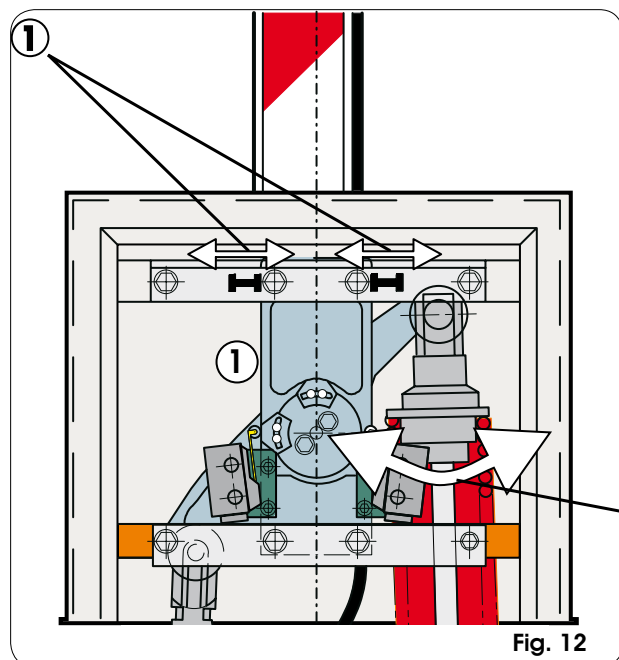

Fig. 12
- 5) Regule los bloqueos mecánicos de final de carrera de apertura y de cierre como se indica en la fig. 12, ref. ①, y compruebe el equilibrio de la barra, siguiendo para ello las indicaciones del párrafo 5.1.
- 2) Si la barrera tiende a cerrarse, gire la tuerca de precarga del muelle (Fig. 12 ref. ②) en sentido horario, y si tiende a abrirse gire dicha tuerca en sentido antihorario.